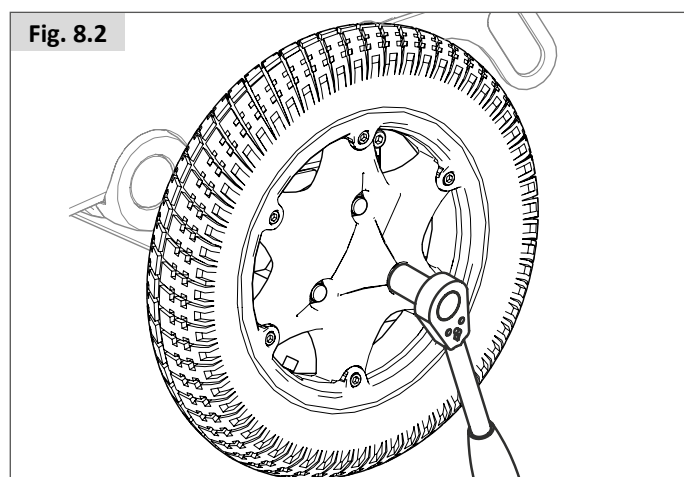

Fig. 8.2
Reportez-vous aux images (Fig. 8.2 - 8.10).
- À l'aide d'une clé à six pans creux de 16 mm, desserrez les 3 écrous de roue (Fig. 8.2).